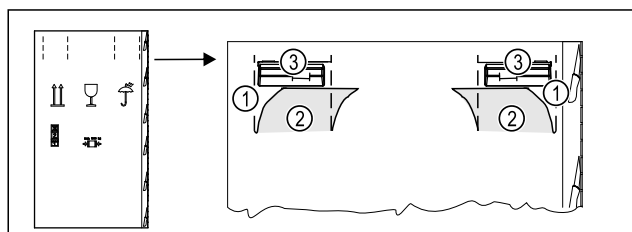

Fig. 6
- Vtlačte obalový karton nahoře na perforaci Fig. 6 (1).
- Vytáhněte vtlačené spojky Fig. 6 (2).
- Pravá a levá rukojeť Fig. 6 (3) je viditelná.
- Držte spotřebič za rukojeti Fig. 6 (3).